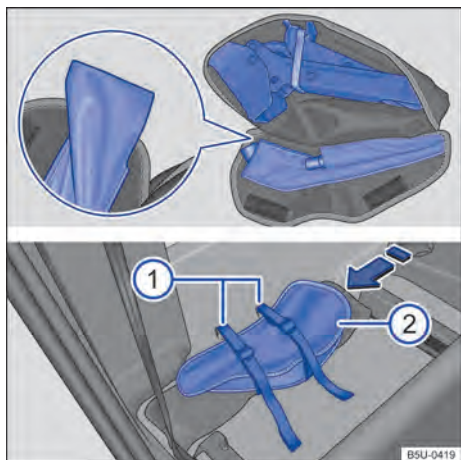

Fig. 171 Atrás do encosto do banco do passageiro: ① cintas de fixação da bolsa das ferramentas de bordo e ② bolsa das ferramentas de bordo.
- Acomodar o macaco na bolsa fechado totalmente → Fig. 171, com a base do macaco na parte maior da bolsa.
- Acomodar a chave de roda no seu devido alojamento e atentar para que a lingueta → Fig. 171 (lupa) seja colocada por baixo da chave de roda, para evitar ruídos durante a condução.
- Posicionar a bolsa das ferramentas de bordo atrás do banco do passageiro, sobre o triângulo de segurança e através das duas cintas de fixação, conforme → Fig. 171 no sentido da seta.
- Para que a bolsa fique corretamente fixada, colocar a bolsa de ferramentas de bordo com os velcros da bolsa voltados para frente → Fig. 171 ②.